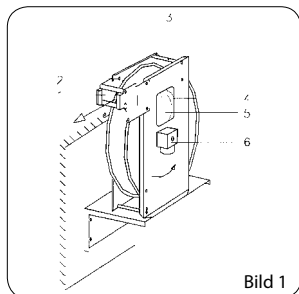
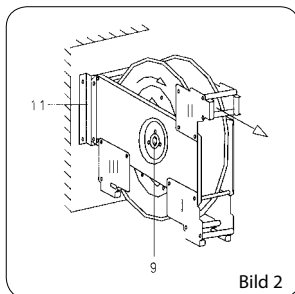
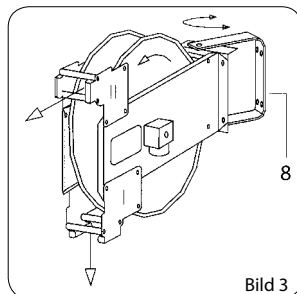

Bild 1
Bild 2
Bild 3
2.2 Geeignete Verschraubungen an Winkeldrehgelenk, Bild 1 Pos. 6, und Anschlussrohr, Bild 1 Pos. 4 anbringen (Geeignete Dichtmittel verwenden). Wegen der Gefahr von Leckage am Drehgelenk ist der Anschluss durch eine starre Verrohrung zu vermeiden.
2.3 Verschlusskappe vom Montagefenster, Bild 1, Pos. 5, entfernen. Schlauchaufroller mit 4 Schrauben M8 oder M10 an der vorgesehenen Unterlage festschrauben, oder mit 2 Schraubzwingen auf eine stabile Unterlage spannen.
2.4 Triebfeder durch Drehen der Trommel in Pfeilrichtung bis zum Anschlag (Feder auf Block) spannen und dann eine Umdrehung nachlassen. Trommel mit der Klemmschraube, Bild 2 Pos. 9, so klemmen, dass der Rohranschluss, Bild 1, Pos. 4 im Montagefenster, Bild 1 Pos. 5, zugänglich ist.
2.5 Schlauch in seiner gesamten Länge auslegen, ein Ende ohne Knickschutz durch das Einlauffenster, Bild 1 Pos.1, und die Trommelöffnung einführen und die Verbindung zum Anschlussrohr, Bild 1 Pos. 4 herstellen.
2.6 Klemmung durch Lösen der Klemmschraube, Bild 2, Pos. 9, aufheben und den Schlauch durch kontrolliertes Führen mit der Hand, aufrollen lassen.
a. Einlauffenster, Bild 1 Pos. 1, lösen.
b. Distanzachse, Bild 1 Pos. 3, lösen und in die Bohrungen, Bild 1 Pos. 2, einsetzen.
c. Einlauffenster in Stellung 2 gemäß Bild 2, 3 u. 4 montieren.
3.3 Für die Stellung 3, Bild 2, ist wie folgt vorzugehen:
a. Einlauffenster Bild 1, Pos.1 lösen und in Stellung 3, Bild 2, montieren.
b. Zusätzliche Distanzachse, Bild 1, Pos. 3 in den Löchern, Bild 1, Pos. 2, montieren.
3.4 Schlauchbremse: Die untere Führungsrolle des Schlaucheinlauffensters, Bild 1, Pos. 1, ist in Langlöchern verschiebbar angeordnet. Durch Einstellung des Spalts auf den Schlauchaußen- Ø wirken beide Rollen als Schlauchbremse. Ein unkontrolliertes Zurückschnellen des Schlauchs wird damit vermieden.
4.2 Feststehende Montage, Bild 1 und 2, nur dann verwenden, wenn die Zugrichtung des Schlauchs nicht über 30° abgewinkelt wird, Bild 6. Sonst Schwenkkonsolen gem. Bild 3, Pos. 7 verwenden. Bei der Montage der Schlauchaufroller ist ein ebener, tragfähiger Untergrund erforderlich. Für den Untergrund kommen in Frage: Holz, Stahl, Beton, Mauerwerk, Paneelwände (hier ist eine Gegenplatte erforderlich). Die zu erstellenden Befestigungslöcher müssen unbedingt mit dem Lochbild des Schlauchaufrollers übereinstimmen. Bei der Montage in Zwangslage kommt es sonst zur Verspannung der Lager. Als Folge blockiert die Trommel. Zur Vermeidung derartiger Montagefehler empfehlen wir unbedingt den Einsatz der Montagekonsolen Type KWH, Bilder 2 u 4, Pos. 11; Type SKW, Bild 3, Pos. 7, oder Type KHD, Bild 1.
- 7.3 Nach der Schlauchmontage, sowie nach Arbeiten an der Sperreinrichtung, unbedingt Montagefenster, Bild 1, Pos. 5, mit der Verschlusskappe verschließen. Es kann sonst bei sich drehender Trommel zu Handverletzungen kommen.